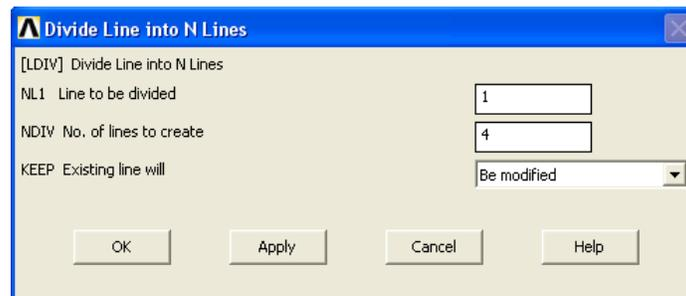

Рисунок 36. Окно *Divide Line into N Lines*
- С помощью окна выбора **Div Line into N Lines** указываем линию **L1** (Рисунок 36).